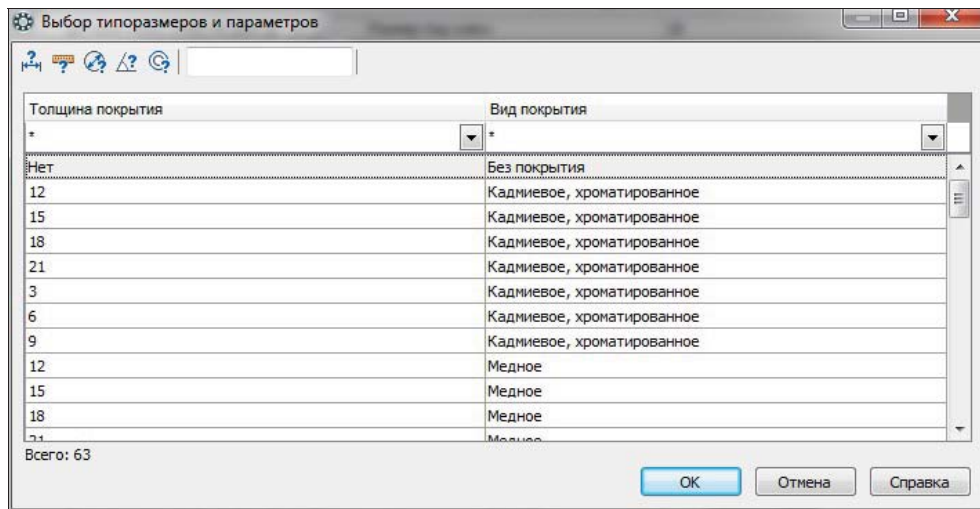

Рис. 30.20. Диалоговое окно **Выбор типоразмеров и параметров** параметра **Покрывтие**
- дважды щелкните ЛК мыши по разделу **Покрyтия** — появится диалоговое окно **Выбор типоразмеров и параметров** (рис. 30.20), в котором выберите наименование покрытия и нажмите кнопку **ОК**;
- щелкните ЛК по пункту **Покрyтие**. В диалоговом окне **Выбор типоразмеров и параметров** (см. рис. 30.20) установите вид покрытия и его толщину. Нажмите кнопку ОК;